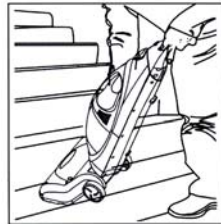

Fig. 7
2. Appuyez sur le bouton d'alimentation de la brosse à plancher. (Fig. 7)